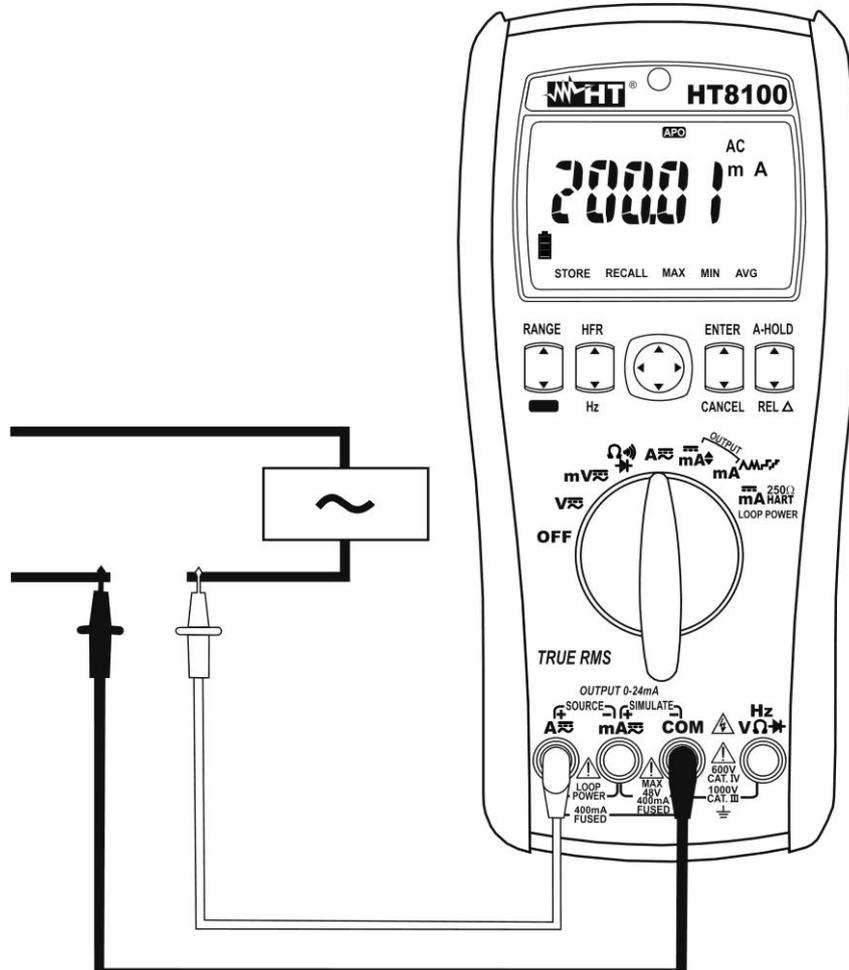

Fig. 5: Uso do instrumento para a medição de Correntes CA
4. Inserir o cabo vermelho no terminal de entrada $mA \sim$ ou $A \sim$ e o cabo preto no terminal de entrada **COM** (ver Fig. 5).